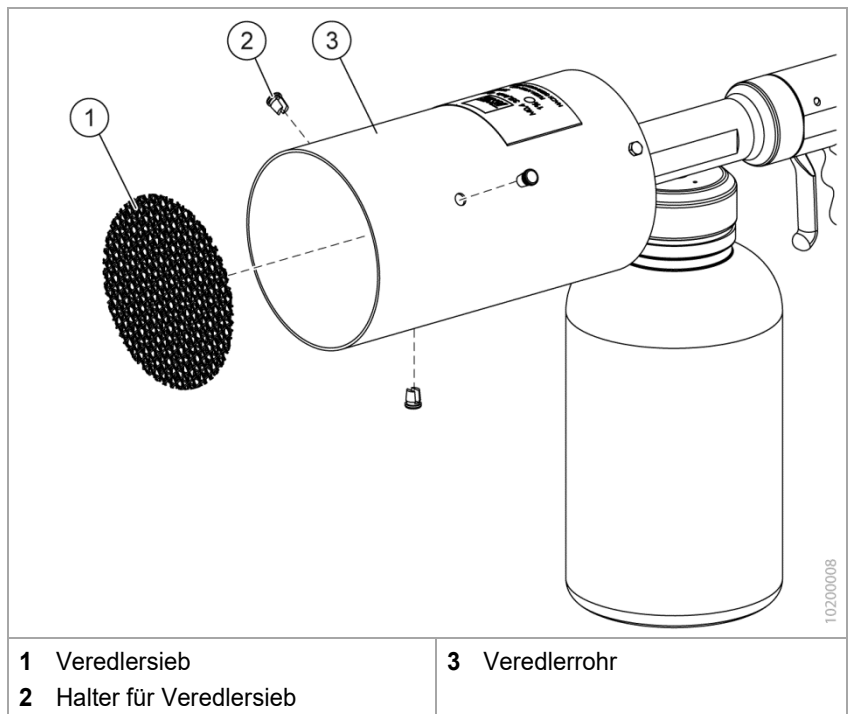

Fig. 3 Veredlersieb austauschen
1. Die drei Kunststoff-Halter (Fig. 3/2) mit einer Zange aus dem Veredlerrohr (Fig. 3/3) herausziehen.
2. Das Veredlersieb (Fig. 3/1) aus dem Veredlerrohr herausnehmen.